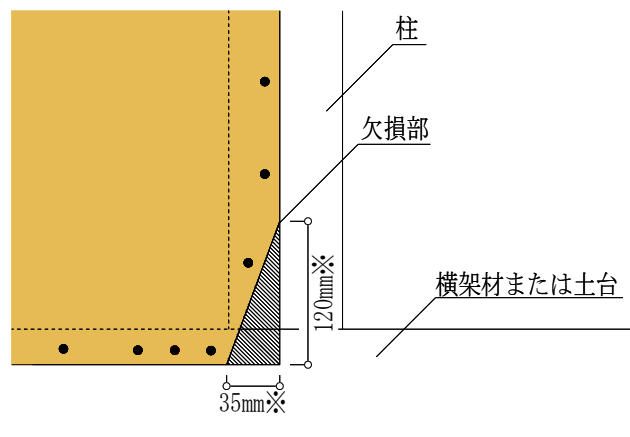

図 18 欠損部補強例（山形プレート等）
⑦面材の欠き込みについて
- ・タイガーEX ボード耐力壁は欠損部がないことを原則としておりますが、土台、横架材（梁、胴差、桁）の交差部分に補強金物（山形プレート等）を取り付ける場合や、直交梁等によりタイガーEX ボードのくぎ打ち部分に欠損部が生じる場合については、自社試験において、欠損のない仕様と同等以上の性能を確認しております。詳細については、図 18、19 および P28 の QR コードからアクセス可能な技術資料を参照してください。
※図 18、19 の欠き込み寸法は実験値です。現場での欠き込み寸法や納め方については、技術資料をご確認の上、設計士様にてご判断ください。